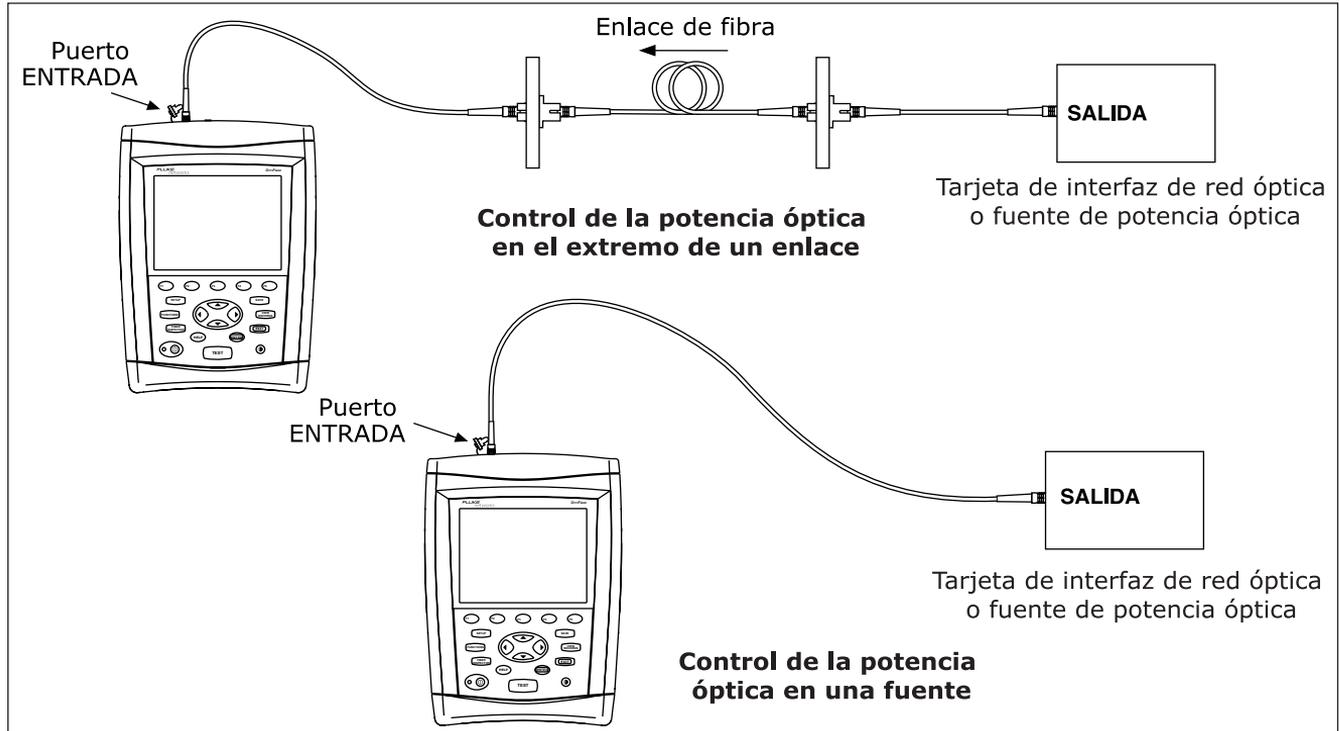

Figura 31. Conexiones para monitorizar la potencia óptica
- 3 Utilice el cable de conexión para conectar la fuente al puerto de ENTRADA del probador, tal como se muestra en la figura 31.